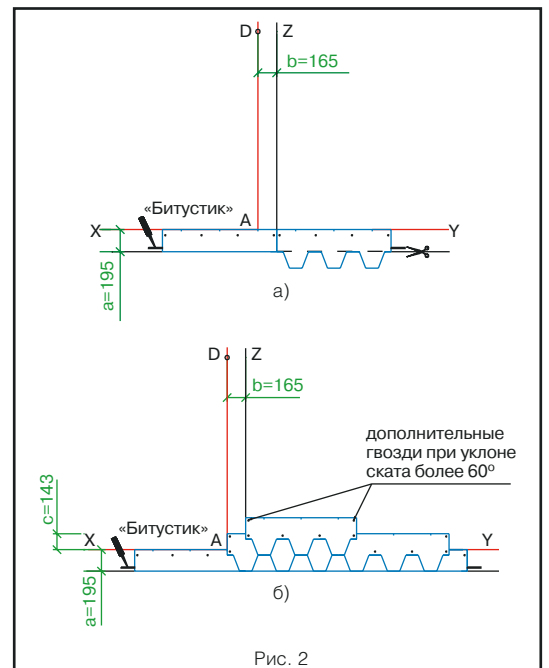

Рис. 2
## Укладка материала (рис. 2)
- Начальный ряд формируется из листов черепицы НОРДИК с обрезанными лепестками. Полученные таким образом полосы шириной 19,5 см укладываются по линии карниза в обе стороны от линии Z (рис. 2а) и фиксируются по нижнему краю битумной мастикой «Битустик», а по верхней кромке 4 гвоздями (ось гвоздей на 5 см ниже верхнего края полосы);
- далее первый ряд черепицы укладывается от линии AD (рис. 2б);
- второй ряд укладывается от линии Z (со смещением 16,5 см от AD) (рис. 2б);
Каждый лист гибкой черепицы НОРДИК крепится 4 гвоздями таким образом, чтобы гвоздь прошивал и верхний край низлежащего листа черепицы (рис. 2б).